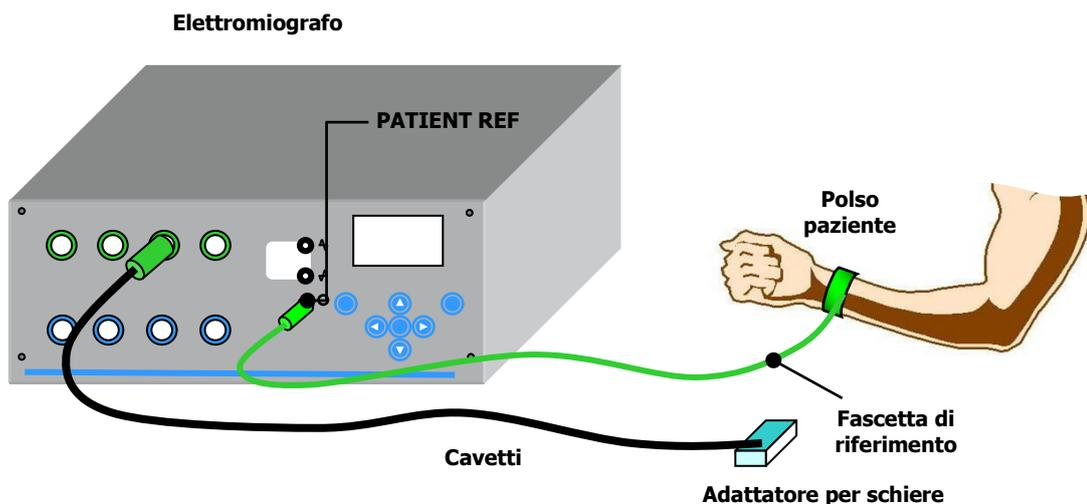

FIG. 7: Sensorizzazione del paziente per misure in modalità differenziale (**Mode: Differential**).
- Collegare, per mezzo dell'apposito cavetto, una fascetta di riferimento paziente alla boccola **PATIENT REF**. La fascetta deve essere inumidita con acqua per garantire un buon contatto elettrico col paziente e deve essere fissata in un punto elettricamente non attivo (polso o caviglia, FIG. 7).